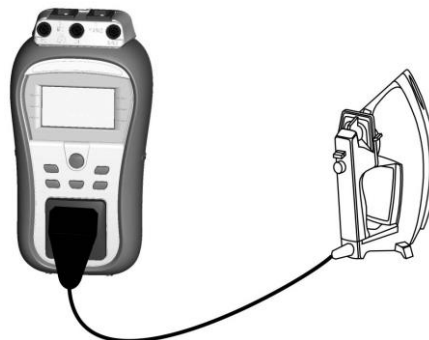
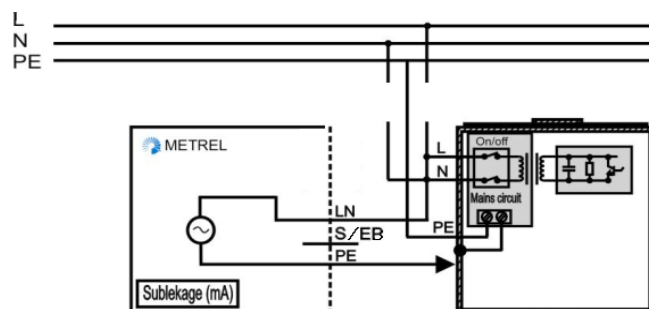

Abbildung 5.17: Messen des Ersatzableitstroms
Abbildung 5.18: Messen des Ersatzableitstroms von fest installierten Prüflingen
- Schließen Sie den Prüfling am Gerät an (siehe **Abbildung 5.17** und **Abbildung 5.18**).